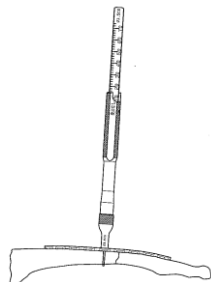

図4
- 2) 3.5 コーティカル用デプスゲージの先端フックを反対側皮質に引っ掛け、スケールを読み取ります。(図4)